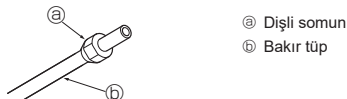

Fig. 5-4
5.3.3. Somun takılması (Fig. 5-4)